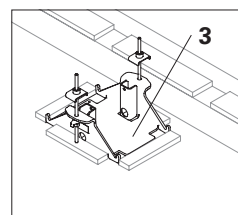

Fig. B1.07a
2. Appoggiare 4x parte centrale testa per tavoli VD (3) e allinearle accuratamente agli elementi di battuta. (Fig. B1.07a)